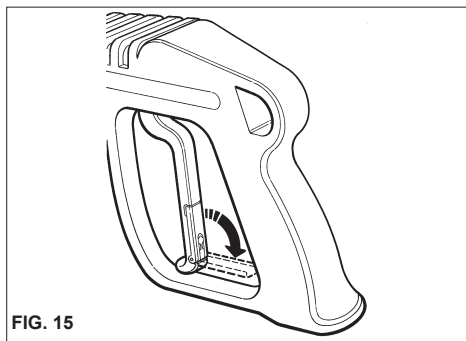

FIG. 15
- Cuando no utilice la hidrolimpiadora, cierre el dispositivo de seguridad de la empuñadura. (fig. 15)